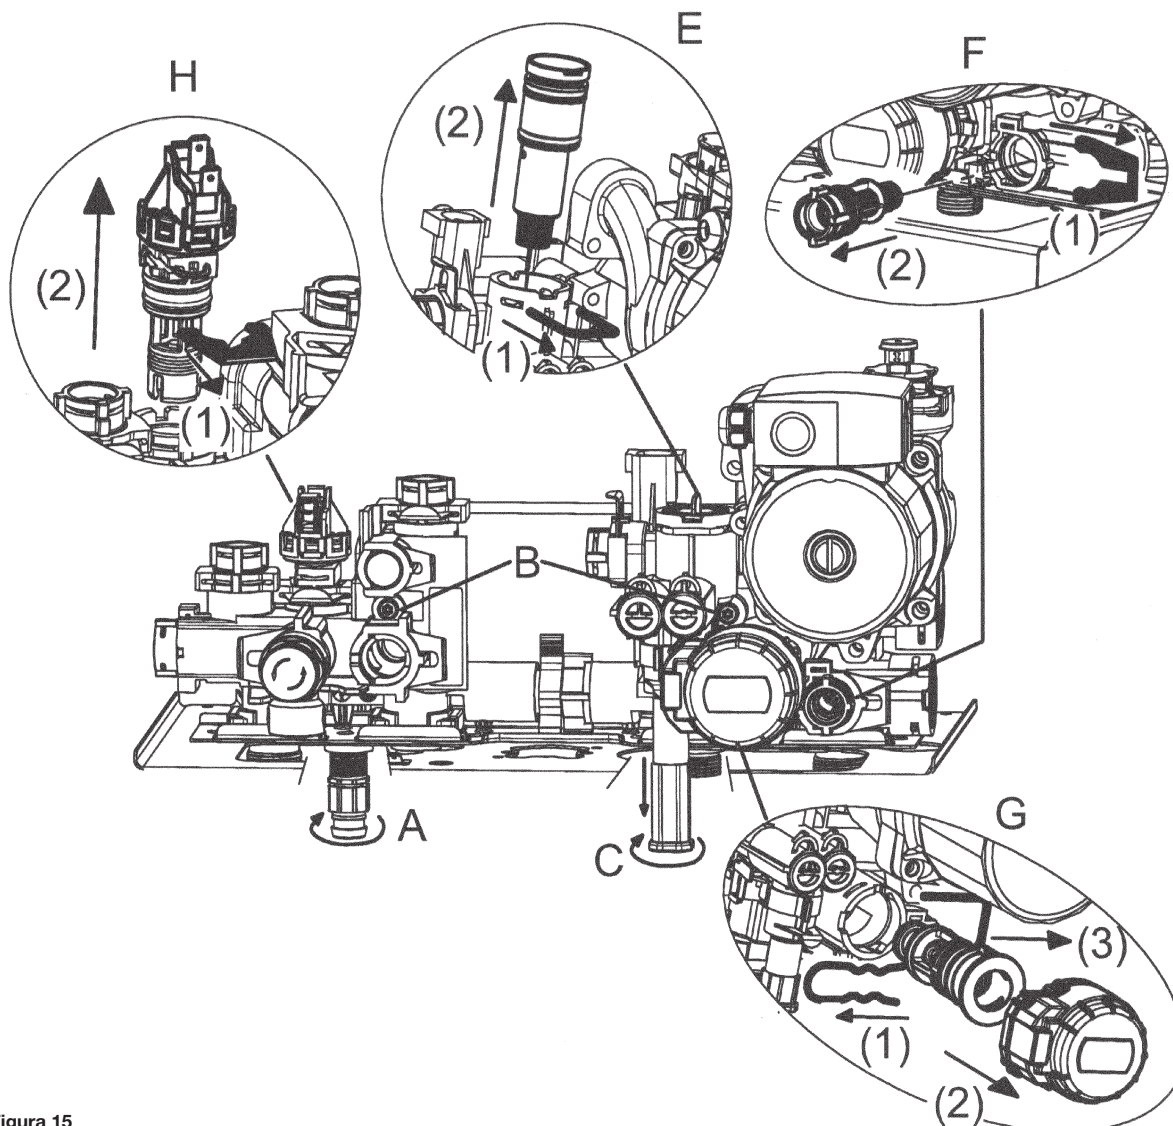

Figura 15
- svuotare l'acqua contenuta nel circuito di riscaldamento aprendo il rubinetto A di figura 15.
- per estrarre la cartuccia del filtro di riscaldamento è necessario prima rimuovere il motore della valvola 3 vie (1-2G - figura 15);
- Rimuovere la clip 1E di figura 15
- Togliere il filtro (2E figura 15).